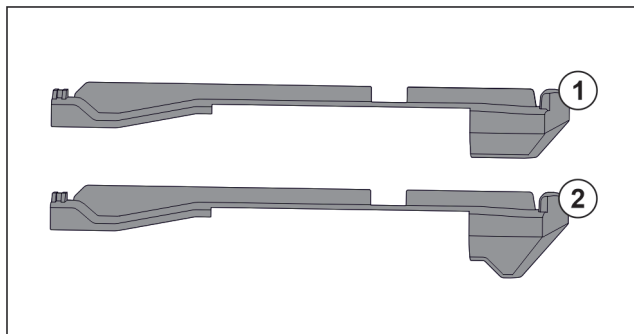

Fig. 62 Porównanie elementów nasadzanych
W urządzeniu znajdują się dwa różne elementy nasadzane. Element nasadzany nad najniższą szufladą Fig. 62 (2) posiada trójkątną krawędź. Wszystkie pozostałe elementy nasadzane Fig. 62 (1) mają prostą krawędź.
- ▶ Element nasadzany Fig. 62 (2) z trójkątną krawędzią umieścić nad najniższą szufladą.
- ▶ Element nasadzany Fig. 62 (1) z prostą krawędzią umieszczać we wszystkich pozostałych miejscach.